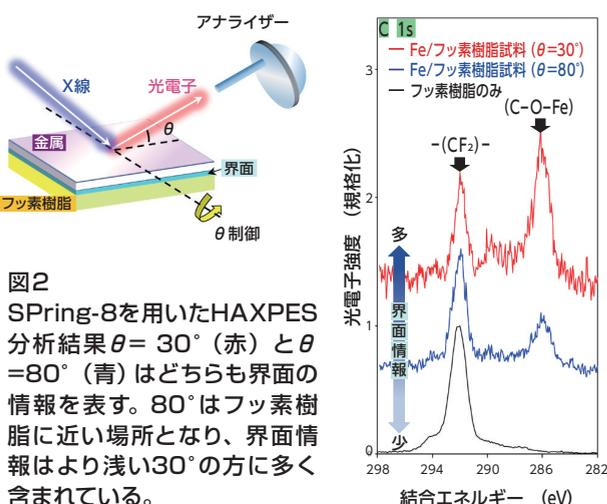

図2
図2に鉄とフッ素樹脂の界面を調べた結果を示します。HAXPESでは、光電子の検出角を制御することで観察する深さを調整できますが、界面情報を持つ30度と80度のところで、炭素 (C) と酸素 (O) と鉄 (Fe) の結合が生じていることを示すピークが観察されました。この角度が小さいほど界面情報が多くなりますが、80度の結果に比べて30度の方がこのピークの相対強度が大きくなっていることがわかります。